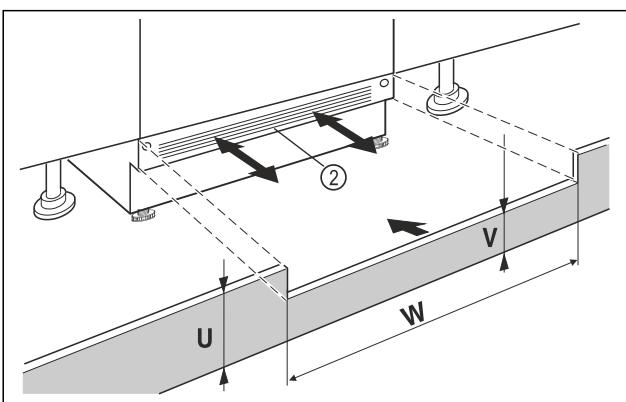

Fig. 88 Simbolična slika
- ▶ Nataknite okrasno letev naprave Fig. 88 (2), vendar je še ne fiksirajte.
- ▶ Če je okrasna letev Fig. 88 (2) vidna, jo potegnite gor tako daleč, da sta sprednji rob prezračevalne rešetke in okrasna letev pohištva poravnana.
- ▶ Če je okrasna letev Fig. 88 (2) zakrita, jo potisnite do konca nazaj.
- ▶ Pazite, da so prezračevalne reže popolnoma proste: Po potrebi prilagodite višino okrasne letve Fig. 88 (U) pohištva!
- ▶ Prilagodite višino stojine Fig. 88 (V) vzdolž širine niše Fig. 88 (W) pod okrasno letvijo Fig. 88 (2) pohištva.